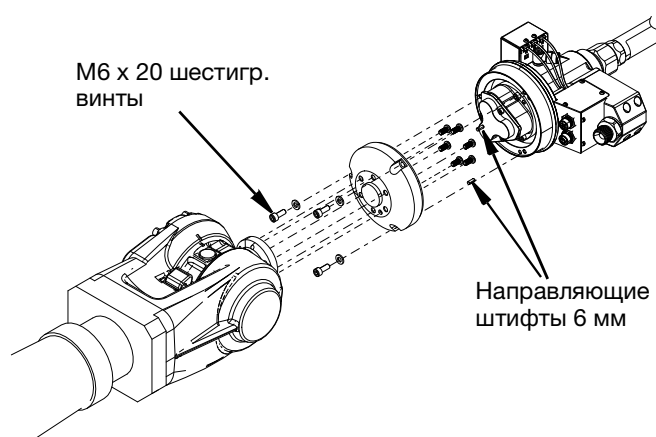

Рис. 2
2. Затем с помощью трех винтов с шестигранными головками М6х20 прикрепите монтажный фланец к корпусу пистолета SST Switch 3D. Затяните с усилием: 11,1 Н•м (98,2 дюйм-фунтов). Важно убедиться, что 6-миллиметровые направляющие штифты, входящие в комплект, вставлены в правильных положениях. См. Рис. 2.